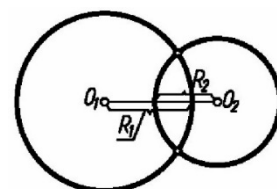

Рис. 100. Пересекающиеся окружности
1) Окружности имеют две общие точки (окружности пересекаются). В этом случае расстояние между центрами окружностей O_1O_2 (рис. 100) меньше суммы их радиусов и больше разности радиусов, т.е.